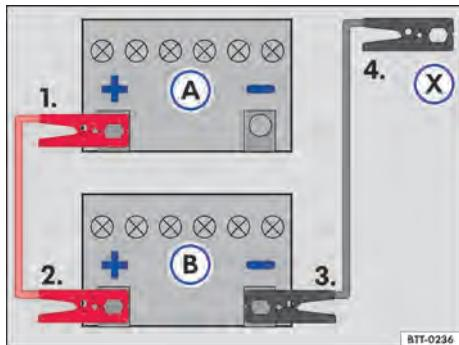

Fig. 158 Esquema para a conexão dos cabos auxiliares de partida: bateria do veículo descarregada (A) e bateria do veículo fornecedor de corrente (B).
Legenda para → Fig. 158:
Conectar o cabo auxiliar de partida somente na sequência 1 – 2 – 3 – 4 → Fig. 158.
- Conectar uma extremidade do cabo auxiliar de partida **vermelho** ao polo positivo (+) do veículo com a bateria do veículo descarregada → Fig. 158 (A) → .
- Conectar a outra extremidade do cabo auxiliar de partida **vermelho** ao polo positivo (+) do veículo fornecedor de corrente (B).
- Conectar uma extremidade do cabo auxiliar de partida **preto** ao polo negativo (-) da bateria do veículo fornecedor de corrente (B).
- Conectar a outra extremidade do cabo auxiliar de partida **preto** (X) no veículo com a bateria descarregada no ponto de auxílio à partida (ponto de aterramento) ou em uma peça de metal maciça parafusada firmemente no bloco do motor - porém não nas proximidades da bateria (A) → .